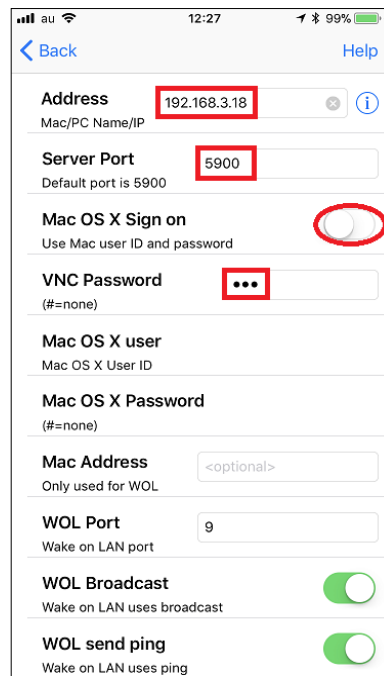

図11. 2. 3
- b) 起動画面より、「Configure」をタップします。(図11. 2. 2参照)